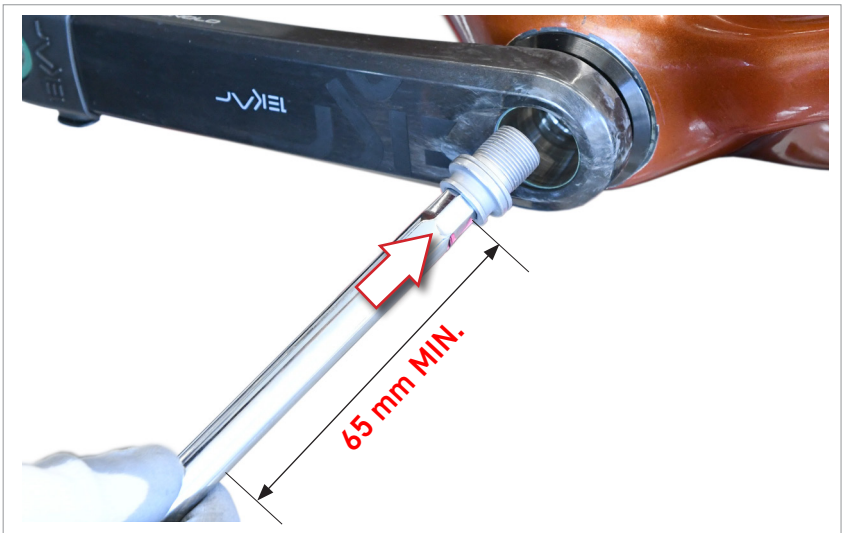

Fig.5
- Verwenden Sie das Campagnolo® Werkzeug UT-BB110 oder einen passenden Sechskanteinsatz mit 10 mm und einer Länge von mindestens 65 mm, setzen Sie die Befestigungsschraube (Abb. 5) in die Achshälfte der linken Tretkurbel ein, bis diese die Bohrung am inneren Ende der Achshälfte durchdringt und befestigen Sie das Gewinde der Achshälfte der rechten Tretkurbel.